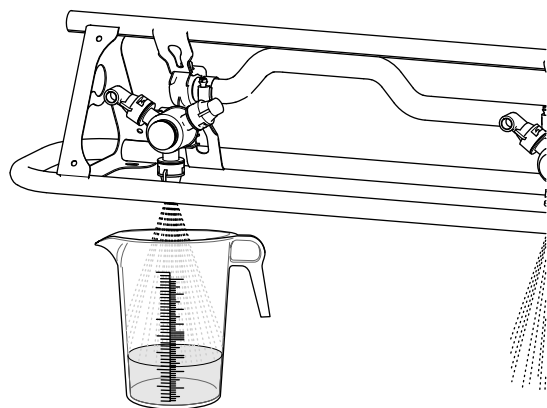

Figura 51
5. Recoja el agua de la boquilla de fumigación hasta que se corte el flujo de líquido de la boquilla (Figura 51).